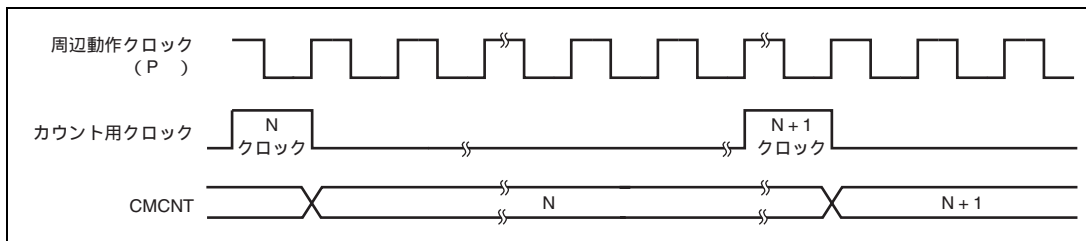

図 16.3 カウントタイミング
クロック (P) を分周して得られた 4 種類のクロック (P /8、P /32、P /128、P /512) のうち 1 つを CMCSR の CKS1、CKS0 ビットにより選択することができます。図 16.3 にそのタイミングを示します。